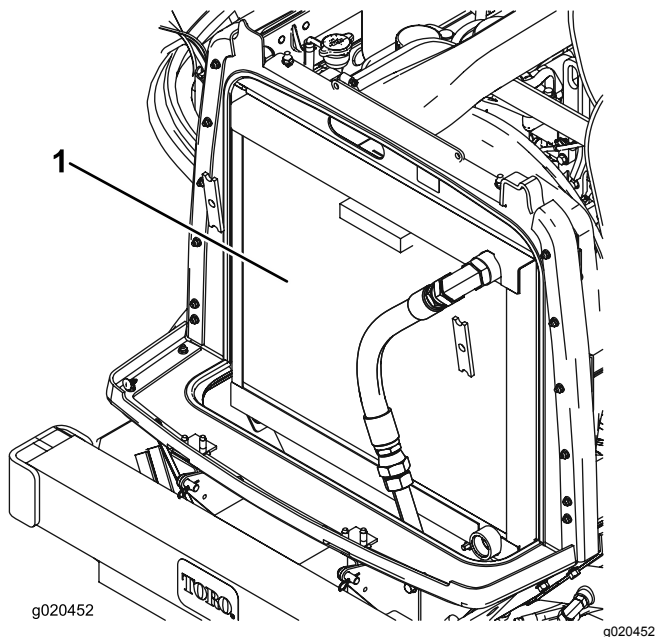

Bild 93
2. Reinigen Sie beide Seiten des Kühlers bzw. Ölkühlers (Bild 93) gründlich mit Druckluft. Blasen Sie Rückstände von vorne nach hinten heraus. Reinigen Sie dann von hinten und blasen Sie nach vorne. Wiederholen Sie dies mehrmals, bis alle Rückstände entfernt sind.